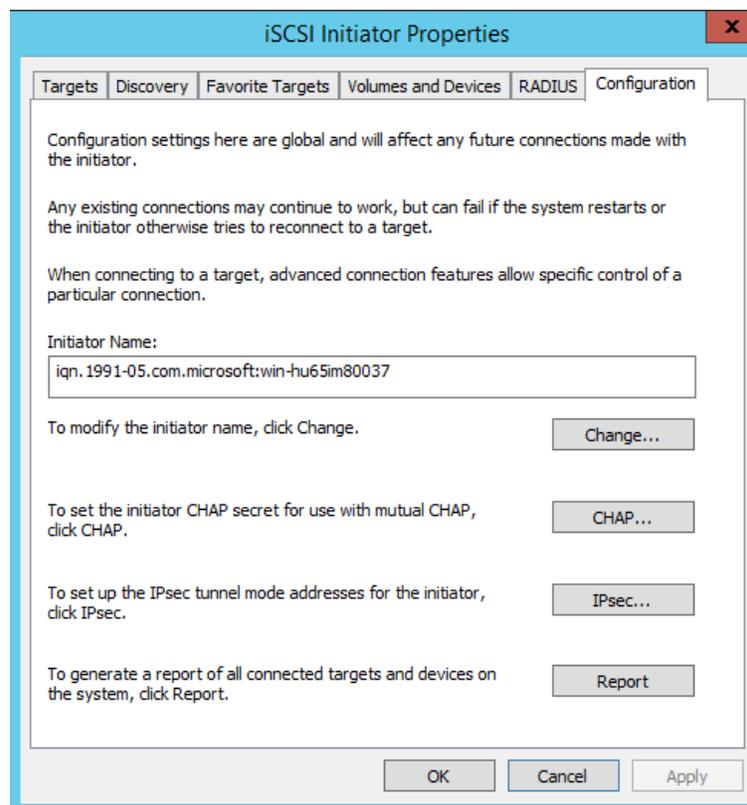

Abbildung 9-17. Eigenschaften des iSCSI-Initiators, Konfiguration (Seite)
- b. Klicken Sie auf der Seite „Configuration“ (Konfiguration) (Abbildung 9-17) zum Ändern des Initiatornamens auf **Change** (Ändern).